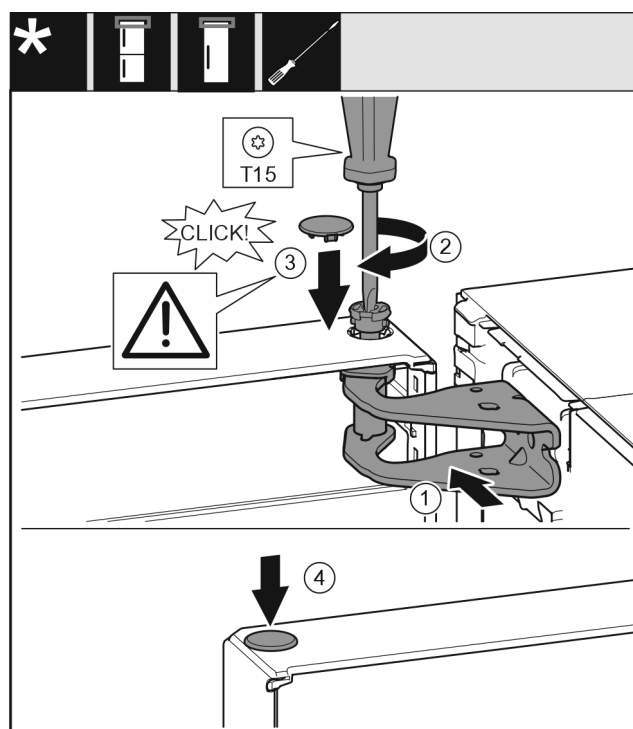

Fig. 19
- Deur boven uitlijnen op de opening in de lagerbus. Fig. 19 (1)
- Bouten aanbrengen en met schroevendraaier T15 vastschroeven. Fig. 19 (2)
- ▶ Veiligheidsafdekking voor de veiligheid van de deur monteren: Veiligheidsafdekking aanbrengen en controleren of deze op de deur rust. Anders bout volledig aanbrengen. *Fig. 19 (3)*
- ▶ Stop aanbrengen. *Fig. 19 (4)*